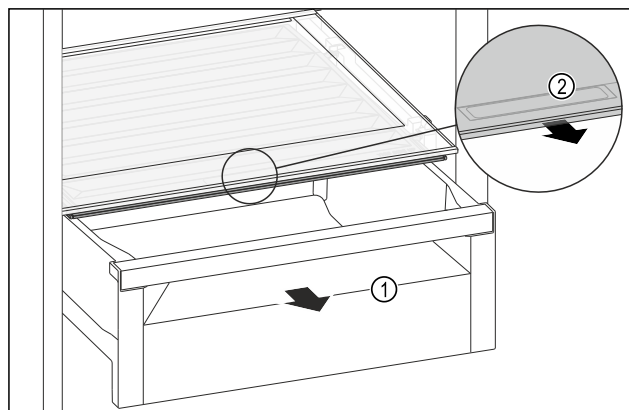

Fig. 171
- Retirer le tiroir Fig. 171 (1).
- Saisir la poignée encastrée Fig. 171 (2) du couvercle du compartiment et tirer le couvercle du compartiment par l'avant.